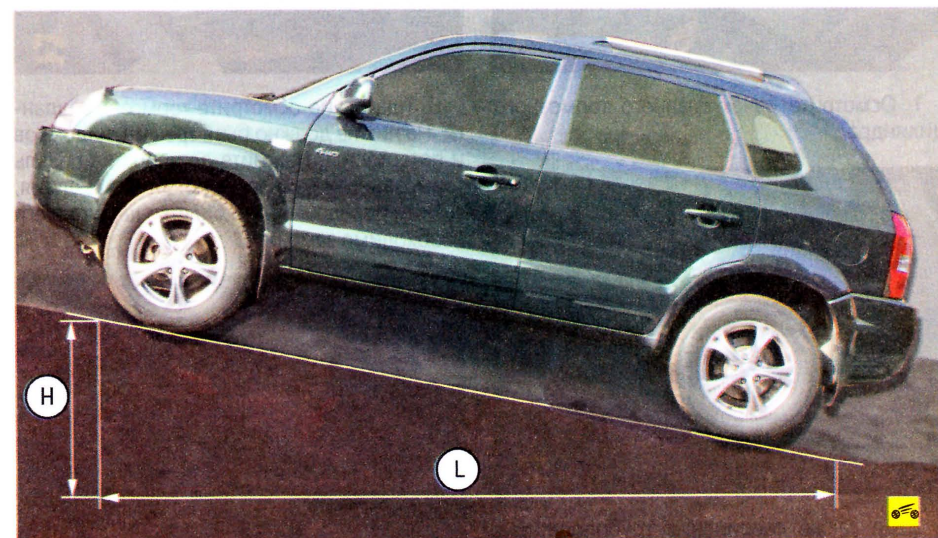

Рис. 4.6. Проверка стояночного тормоза
1. Для проверки правильности регулировки стояночного тормоза найдите вблизи места стоянки вашего автомобиля эстакаду или погрузочный пандус высотой $H = 1,25$ м при длине въезда $L = 5$ м (рис. 4.6). Такое соотношение соответствует уклону 25%.